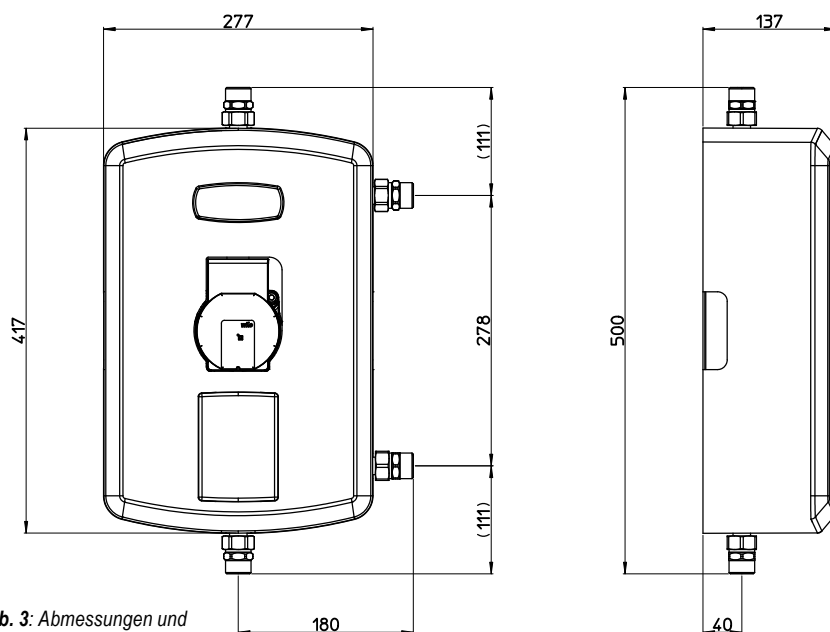

Abb. 3: Abmessungen und Achsabstände
- ✓ Die Rohrleitungen anschliessen laut Schema bei *Abb.3*.